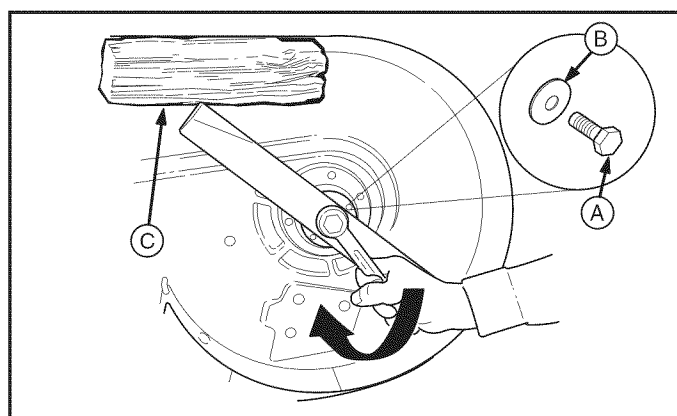

Figura 29
3. Quite el tornillo de cabeza hexagonal (**A**, Figura 29), la arandela de presión (**B**) y la cuchilla.
6. Vuelva a instalar la cuchilla (Figura 29) con los elevadores apuntando hacia la plataforma del cortacéspedes como se muestra.